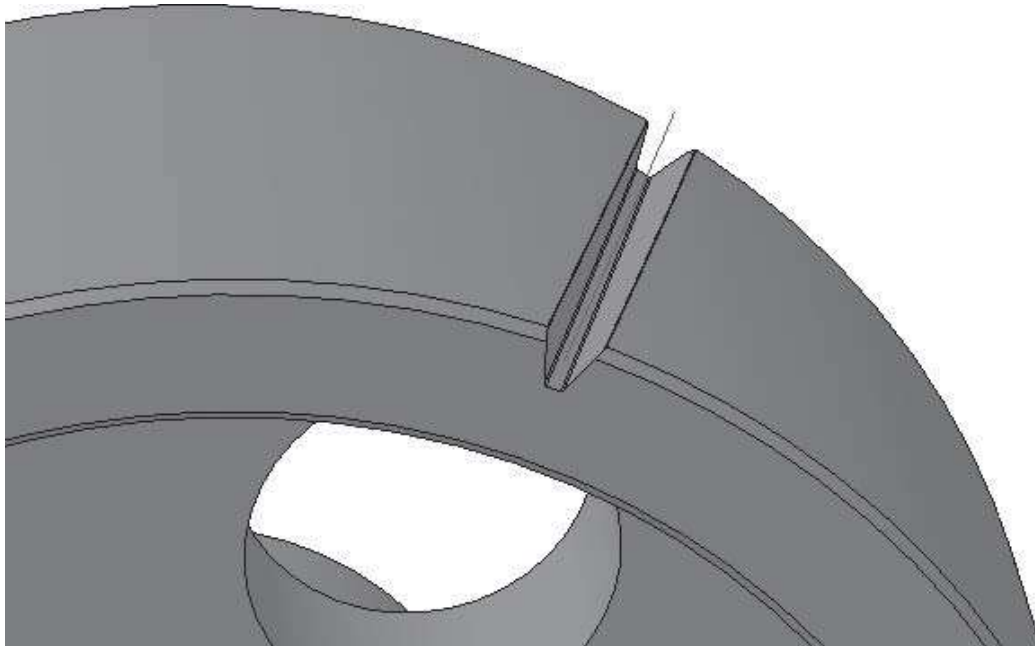

Рисунок 1.8 – Ескіз видавлювання зуба
1. Натисніть кнопку *Вирізати кінематично* панелі інструментів *Редагування деталі*. Клацніть на кнопці *Перетин* на вкладці *Параметри* панелі властивостей, потім відразу виділіть ескіз профілю вирізу між зубами в дереві побудова. Ескіз у вікні моделі і в дереві побудови повинен підсвітитись червоним кольором, а в полі праворуч від кнопки *Перетин* повинно відобразитися його найменування. Далі клацніть на кнопці *Траєкторія* і в дереві побудови або прямо на моделі виділіть спіраль. На моделі відразу сформується фантом операції вирізання. Прослідкуйте, щоб в групі кнопок *Рух перетину* була натиснута кнопка *Зберегти кут нахилу*. Підтвердіть виконання операції, натиснувши кнопку *Створити об'єкт*. Ми отримали перший виріз в зубчатому вінці колеса (рис. 1.8).